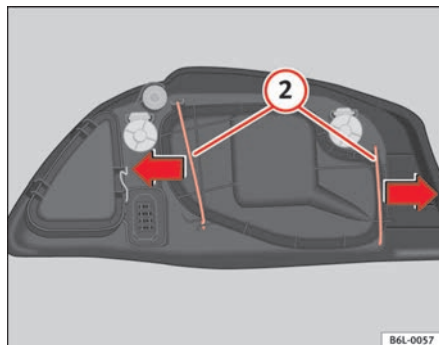

Fig. 144 Lámpara luz de carretera
- Desplace los tirantes ② ⇒ fig. 144 hacia afuera, en el sentido de las flechas y retire la tapa.
- Coloque la tapa de plástico y coloque los tirantes ② ⇒ fig. 144.